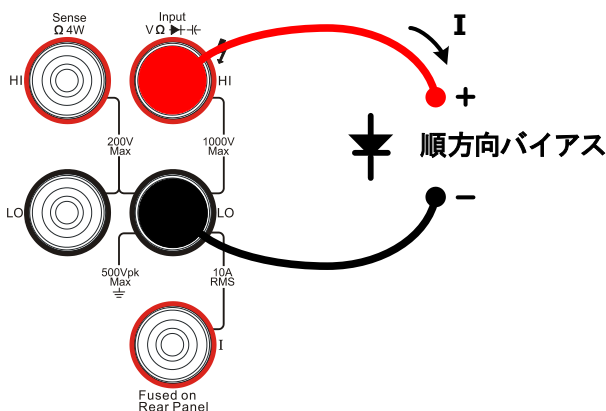

図 2-28 結線図
1. 図 2-28 のように付属の赤色テストリード線を「Input HI」端子に、黒色テストリード線を「Input LO」端子に接続します。